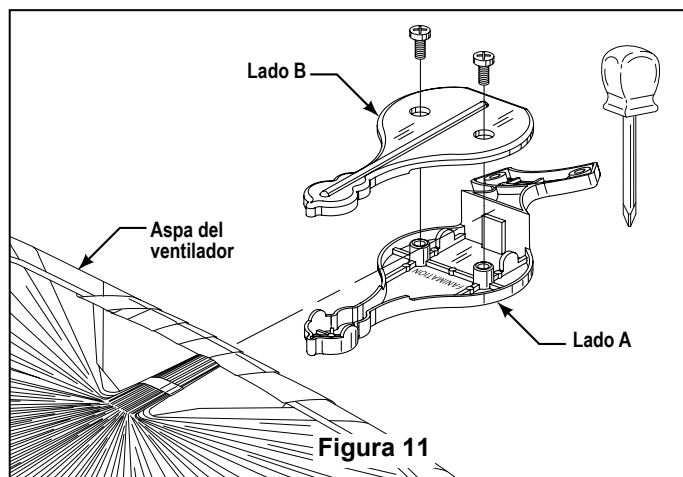

Figura 11
1. Apoye el lado "A" del soporte de aspas sobre una superficie plana, con la parte interior del soporte mirando hacia arriba. Este es el lado que tiene los pilotes roscados y la base inclinada. (Figura 11)